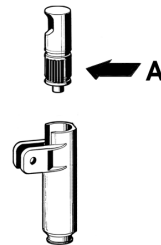

figure 2
**2** Lubrifiez le piston robinet (dans la zone A indiquée sur la figure 2) uniquement avec la graisse à usage alimentaire.